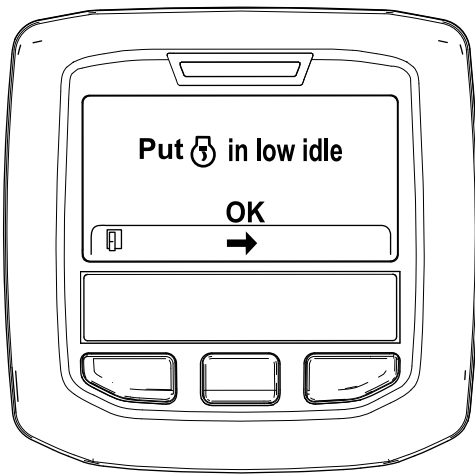

Figura 34
6. Mueva el control del acelerador en RALENTÍ BAJO y pulse el botón central (Figura 34).